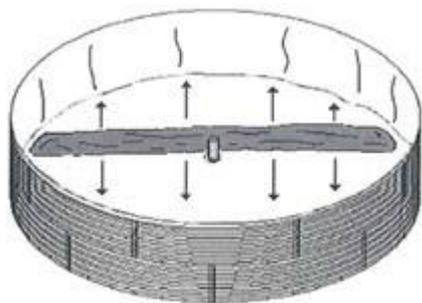

Figura 11
2. Desenrole-o e estenda-o no fundo do reservatório o mais possível plano à base do reservatório, de modo que ele encaixe perfeitamente às paredes (figura 11).